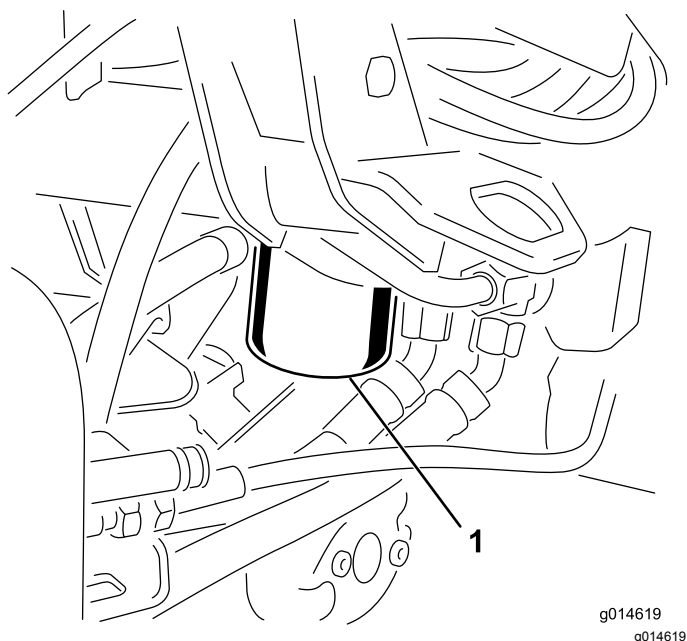

Bild 51
1. Reinigen Sie den Anbaubereich des Filters (Bild 51). Stellen Sie eine Auffangwanne unter den Filter und entfernen den Filter.